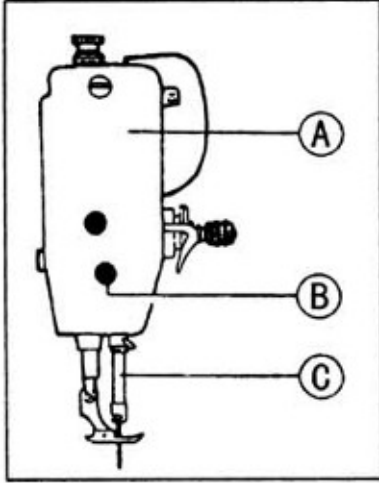

图 17
16. 机针与旋梭同步调节(图 17, 18, 19, 20)